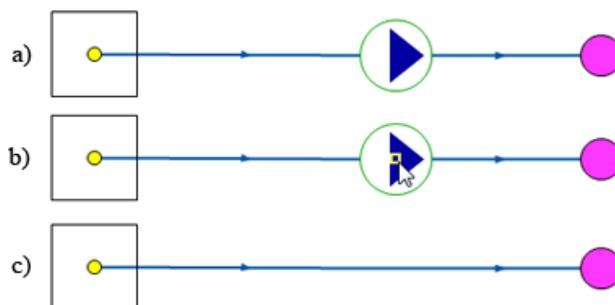

Рисунок 6.13. Удаление объекта с нанесенной сети
Если на сети установлен объект, который связан только с двумя участками (Рисунок 6.13, «Удаление объекта с нанесенной сети»), то его можно удалить, таким образом, что два связанных с ним участка объединятся в один, а на месте удаленного узла будет точка перелома объединенного участка.
2. Отметить удаляемый узел. Подвести курсор к узловому объекту и нажать левую клавишу мыши (см. Рисунок 6.13, «Удаление объекта с нанесенной сети» b).
3. Нажать кнопку  на панели инструментов либо щёлкнуть правой кнопкой мыши и выбрать Исключить символьный объект. (см. Рисунок 6.13, «Удаление объекта с нанесенной сети»с).